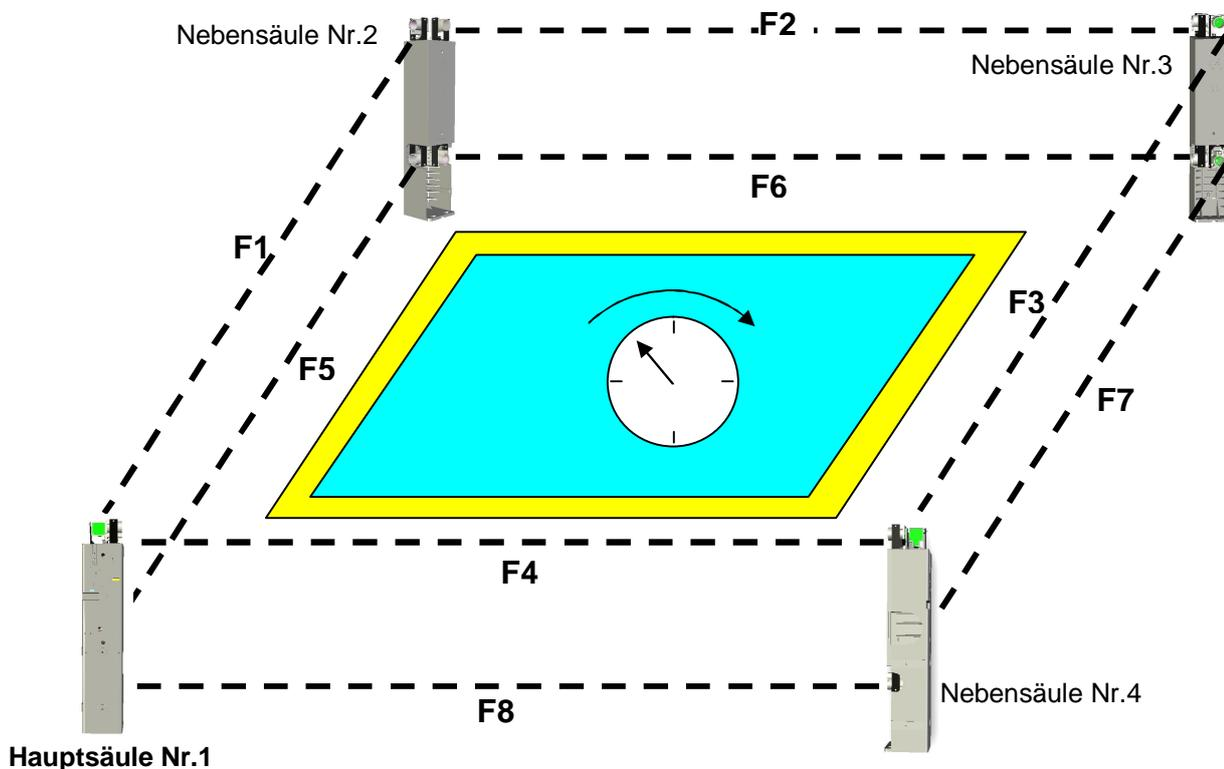

Abbildung 10: Beispiel für Anordnung um einen Rechteckpool
- 2 . Beginnen Sie mit dem obersten Strahl F1 (siehe Abb. 10)